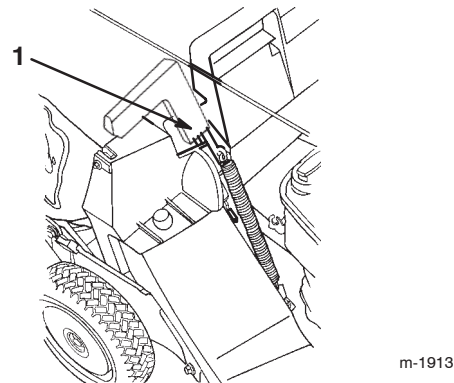

Bild 21
5. Ziehen Sie den Griff der Auswurfkanalklappe nach vorne, bis der Stift aus dem Riegel heraus ist. Bewegen Sie anschließend den Griff rückwärts, bis der Stift in die Korbaussparung einrastet (Bild 21).